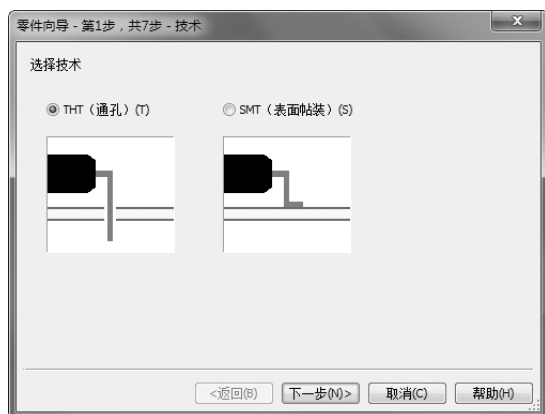

图 14-1 选择技术
1) 选择菜单栏中的“工具”→“零件向导”命令，系统将弹出如图 14-1 所示的“零件向导”对话框。在该对话框中可选择设置通孔或表面贴装的 PCB 封装的元器件。